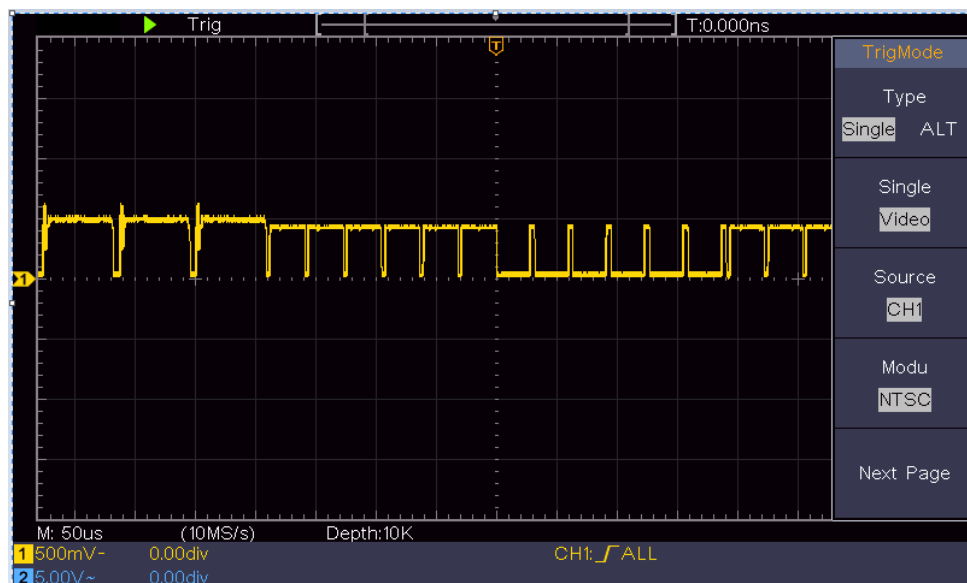

Abbildung 0-7 Vom Video Field Trigger erfasste Wellenform
- (1) Drücken Sie die Taste **Trigger Menu**, um das rechte Menü anzuzeigen.
- (2) Wählen Sie im rechten Menü **Typ** als **einzeln**.
- (3) Wählen Sie im rechten Menü **Einzel** als **Video**.
- (4) Wählen Sie im rechten Menü **Quelle** als **CH1**.
- (5) Wählen Sie im rechten Menü **Modu** as **NTSC, PAL oder SECAM**.
- (6) Drücken Sie im rechten Menü auf **Nächste Seite** und wählen Sie **Synchronisieren** als **Feld**.
- (7) Drehen Sie die Knöpfe **Vertikale Skala**, **Vertikale Position** und **Horizontale Skala**, um eine korrekte Wellenformanzeige zu erhalten (siehe *Abbildung 0-7*).